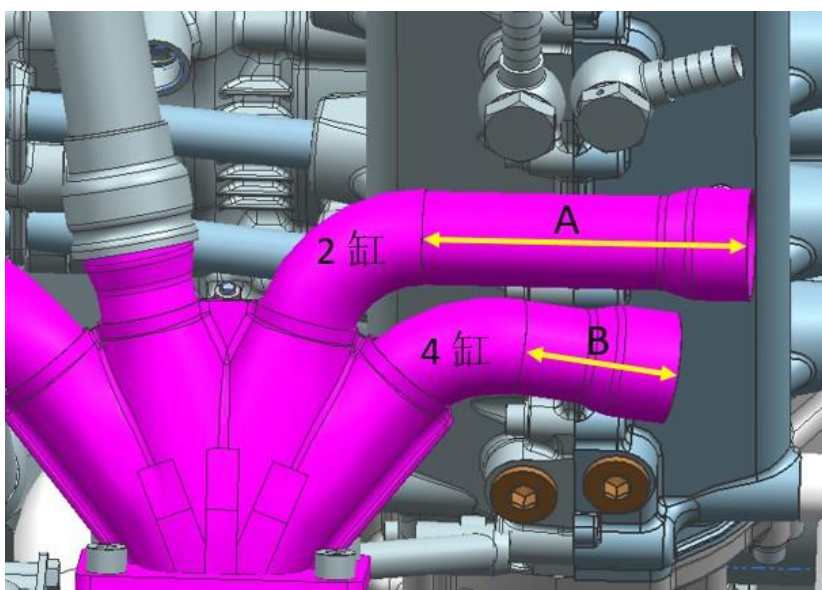
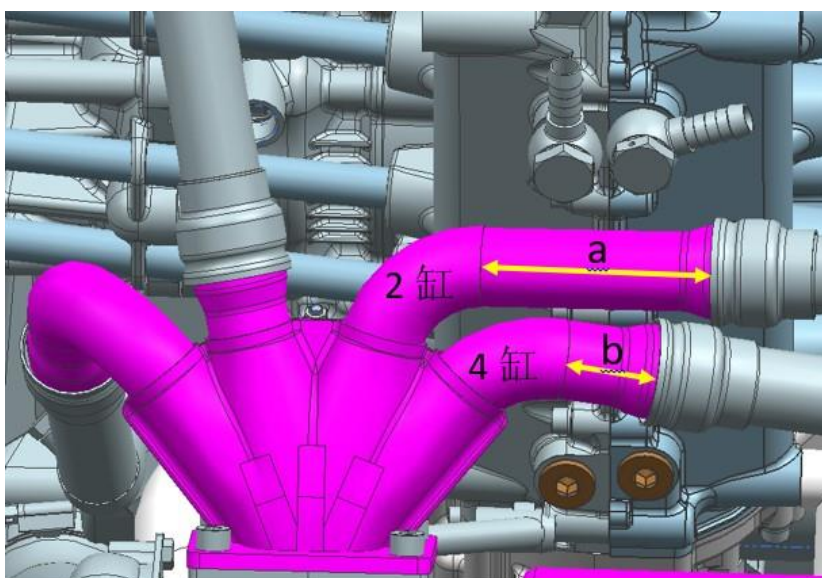
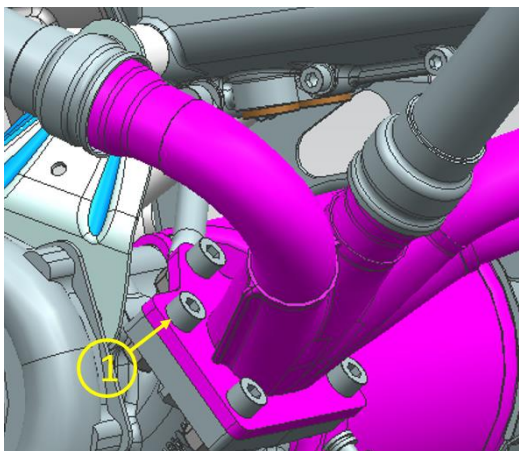
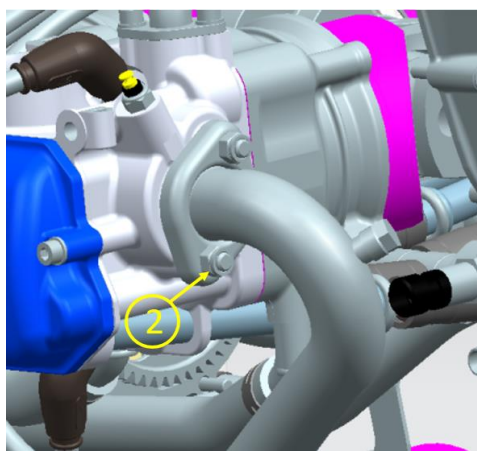

图 1
图 2
图 3
图 4
3.2.1.1 (参见图 1) 拆卸 2、4 缸排气弯管，测量 2、4 缸排气歧管管口到焊缝距离 A、B，(参见图 2) 安装 2、4 缸排气弯管后，测量排气弯管管口到排气歧管焊缝的距离 a、b，即保证歧管口插入深度 $(A-a) \geq 10\text{mm}$ ， $(B-b) \geq 10\text{mm}$ ，如任一深度不达标，则需松脱排气歧管螺栓 (参见图 3) 和排气管螺母 (参见图 4)，对排气弯管和排气歧管重新调整或更换以保证插入深度。